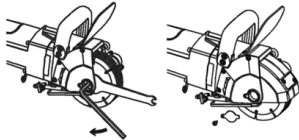

Fig. 2 – Desmontaje/Montaje de los discos
- a. Con auxilio de un destornillador cruz, suelte el tornillo de la tapa lateral y gire la tapa para tener acceso al tornillo hexagonal (Fig 2).
- b. Tire el pin-traba (8) y levante la protección del disco (2).
- c. Utilice la llave fija para trabar la brida externa y la llave Allen para soltar el tornillo hexagonal (Fig 2).